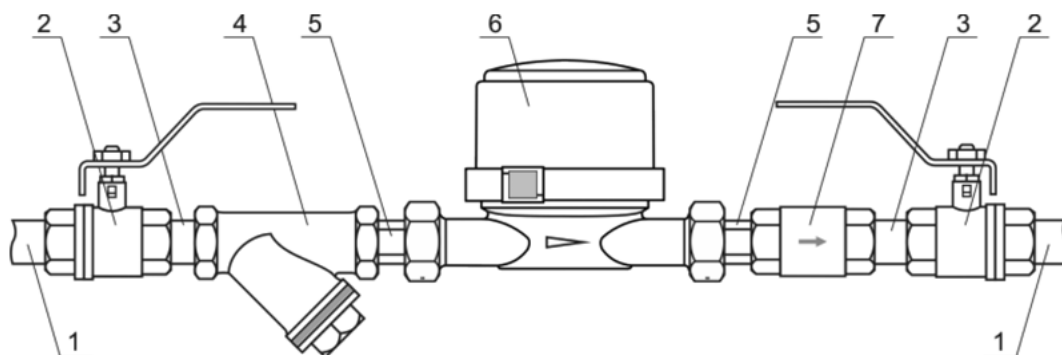

Рисунок 3 – Пример монтажа счетчика в трубопровод
Счетчик устанавливать в трубопровод без натягов, сжатий, перекосов и значительных усилий при затягивании резьбовых соединений так, чтобы направление потока воды соответствовало стрелке на корпусе (рисунок 3).
- отсутствие на сборке (см. рисунок 3) видимых повреждений в виде сколов и вмятин, следов коррозии материалов, а также отсутствие натекания воды на счетчик в связи с не герметичностью трубопроводов;